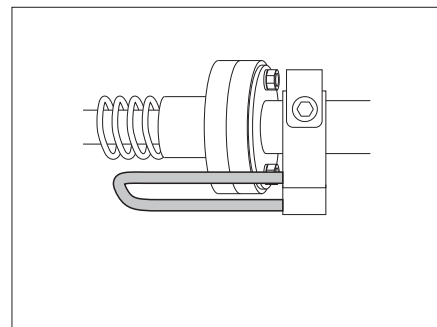

Fig. 147 Levier de sécurité en position de verrouillage
► Avant d'utiliser le lit, contrôler si le levier de sécurité se trouve dans la position de sécurité (Fig. 147).
- Mettre le levier de sécurité dans la position de sécurité (Fig. 147).